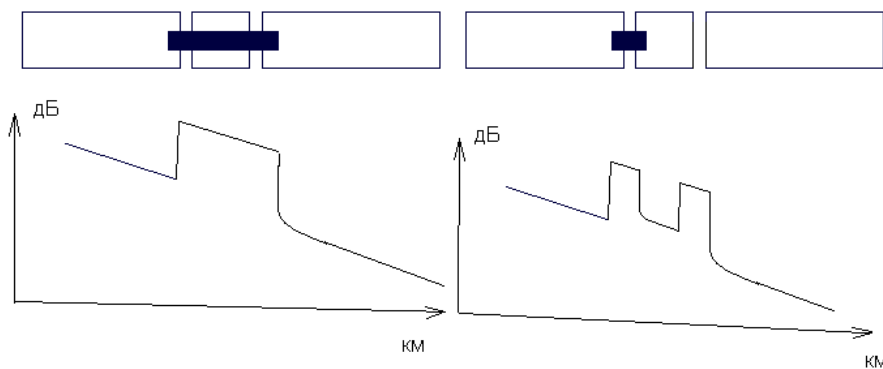

Рис. 1. Влияние длительности импульса на вид рефлектограммы
- *Длительность импульса.* Длительность импульса зависит от длины трассы, чем длиннее трасса, тем большую длительность следует выбрать. Длительность импульса влияет на разрешающую способность рефлектометра, возможность распознавания близко лежащих повреждений (рис. 1). Для получения более точных рефлектограмм следует начать измерения с минимальной длительностью импульса. Средняя длительность импульса выбирается из расчета 3 нс на 1 км длины оптического волокна.